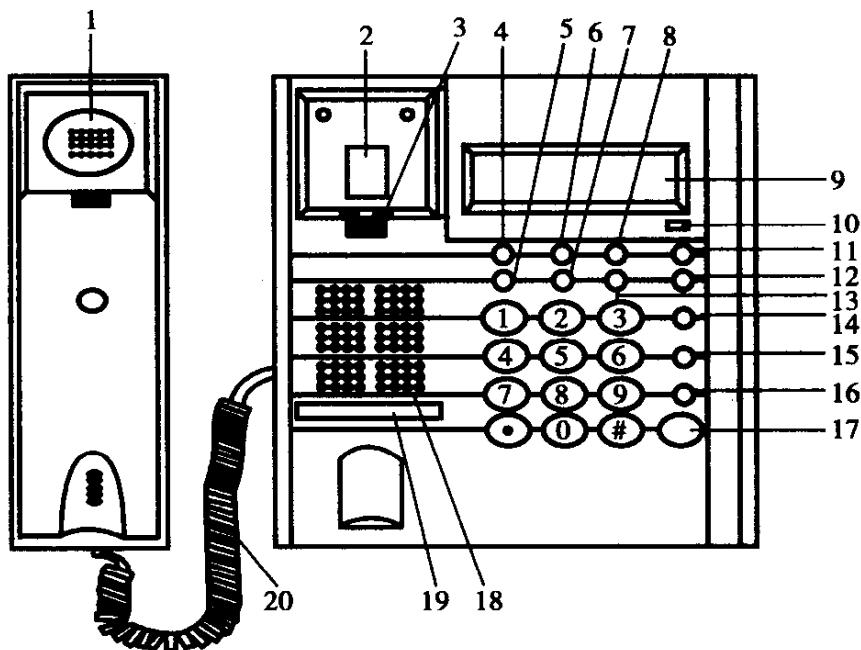

图 1.1 普通式有线电话机的外形
(1) 普通式有线电话机。是指常用的程控电话机,其外形如图 1.1 所示。手柄由送话器和受话器组成,通过四芯线与主体机相连。主体机由手柄搁床、叉簧开关、功能开关、功能输出键及内部电路组成,通过两芯线与用户电话线相通。